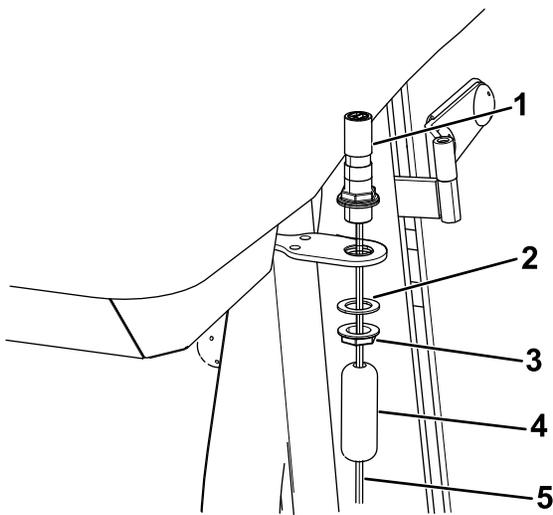

Figure 16
1. Montez le support du gyrophare sur la patte de fixation du gyrophare (Figure 16).